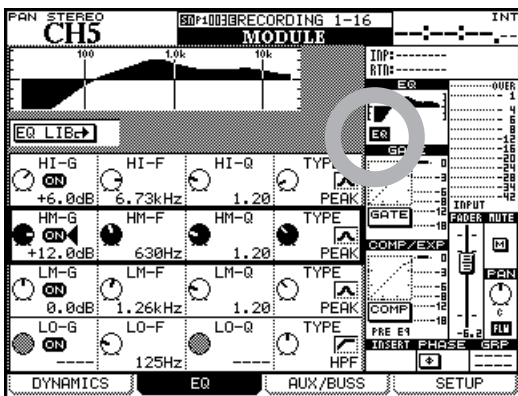

Figure 5.10: Ecran de module correcteur (EQ)
d'écran EQ (marqué d'un cercle dans la Figure 5.10, Ecran de module correcteur (EQ))